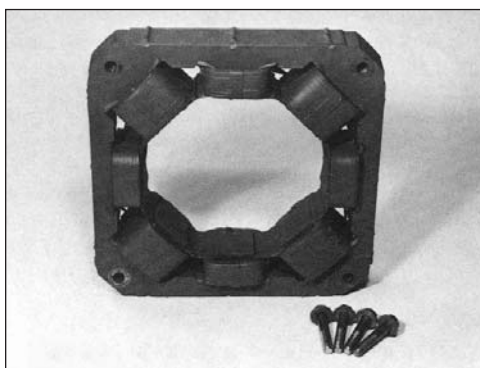

Figura 6-32
1. Limpie el polvo y la tierra del embobinado del estator (ver figura 6-32 y sección 5).
1. Limpie el polvo y la mugre de la armadura del excitador y del ensamblaje del rectificador (ver figura 6-32 y sección 5).